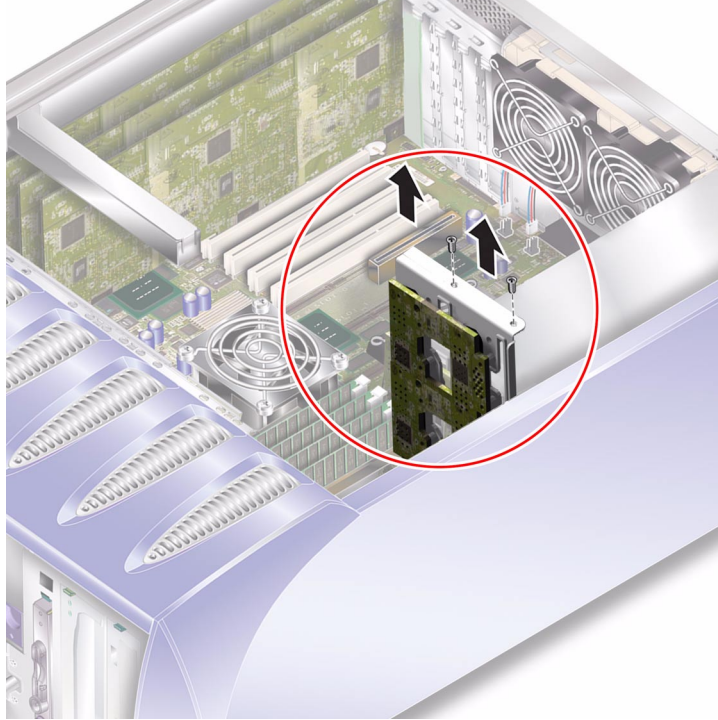

РИС. 1-13 Отсоединение распределительной платы
10. Отсоедините распределительную плату и жгут кабелей. См. РИС. 1-13.